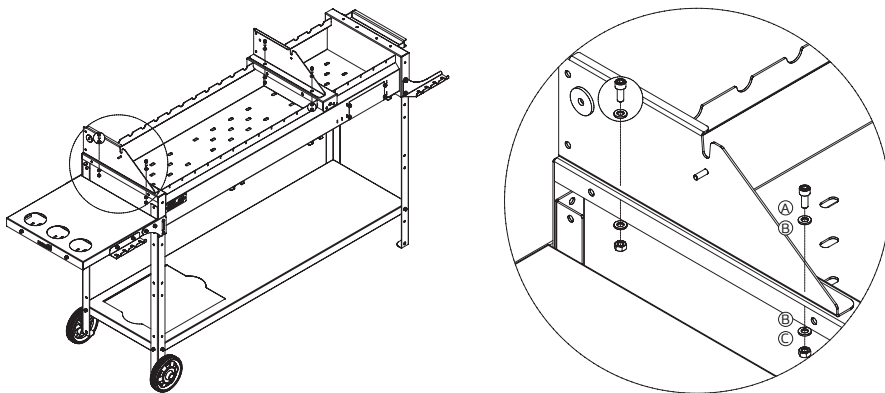

Рис. 30.
- Прикрутить кронштейны крышки (поз. 13) с помощью ключей (К), как показано на рис. 30.